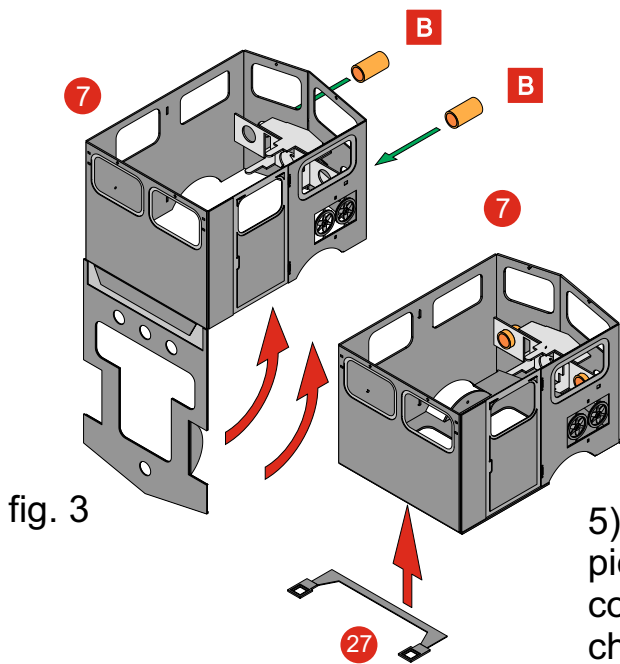

fig. 3
4) Chiudere la cassa come mostrato in fig 3. Preparare 2 spezzoni di tubicino in rame da 2mm [ B ] di diametro con lunghezza 4 mm lavorandoli con la lima nella parte anteriore. Questo al fine di ottenere una leggera conicità simulante la cornice anteriore dei fari. Inserire i tubicini nei quattro fori indicati dalle frecce verdi. il tubicino dovrà essere lasciato sporgente 1mm dalla parte esterna della cassa. Saldare infine la parte 27 nello scasso inferiore della cassa n°7, avendo accortezza di spianare a filo la saldatura con una limetta.